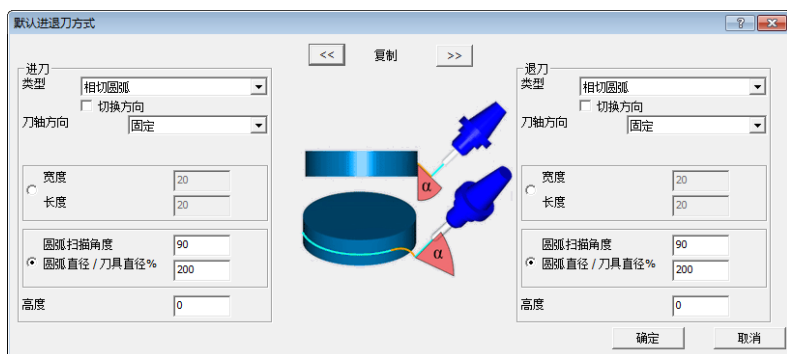

图 5-16 “默认进退刀方式”对话框（1）
- 单击“进刀/退刀宏指令”按钮，弹出“默认进退刀方式”对话框（1），设置相关参数，如图 5-16 所示；单击“确定”按钮完成进退刀设置。